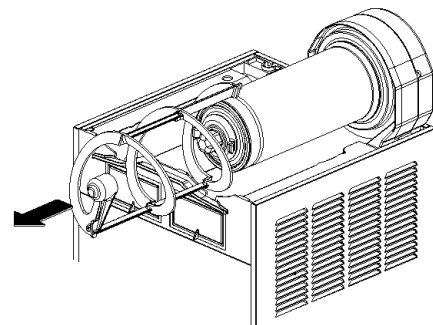
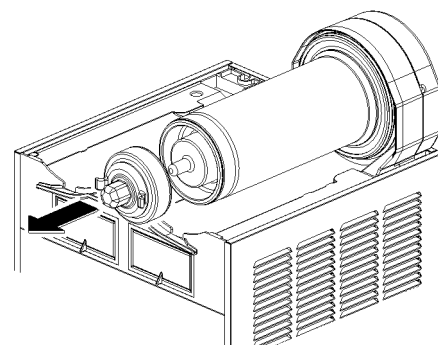

figure 9
figure 10
**3** Enlever de l'évaporateur la spirale extérieure (voir figure 9) puis Rotor magnétique extérieur complet (voir figure 10).